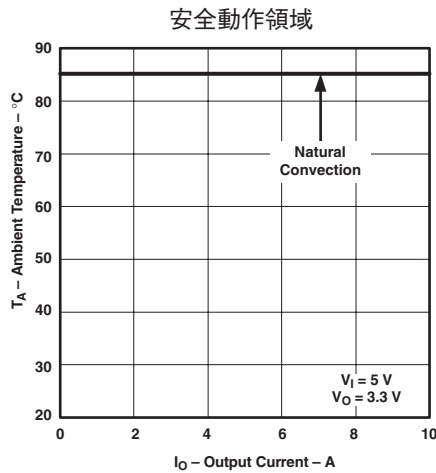

図 8
- (2) 温度デレーティング曲線は、内部コンポーネントの温度がメーカーの指定した最高動作温度以下になる条件を表します。このデレーティング制限は、2 オンス (56.69 グラム) の銅を使用した、100mm×100mmの両面基板に直接半田付けされたモジュールに対して適用します。表面実装パッケージ (AS、および AZ の各サフィックス) では、複数のビアを使用する必要があります。詳細については、メカニカル仕様を参照してください。これらは、図8に対して適用されます。